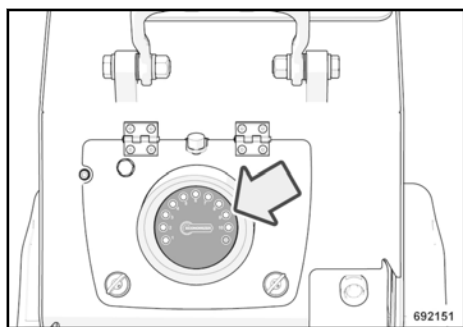

Fig. 13
- El módulo de evaluación y de indicación está integrado en la puerta de mantenimiento (a la vista del operador → Fig. 13). Indica el valor medido para el control de la compactación.